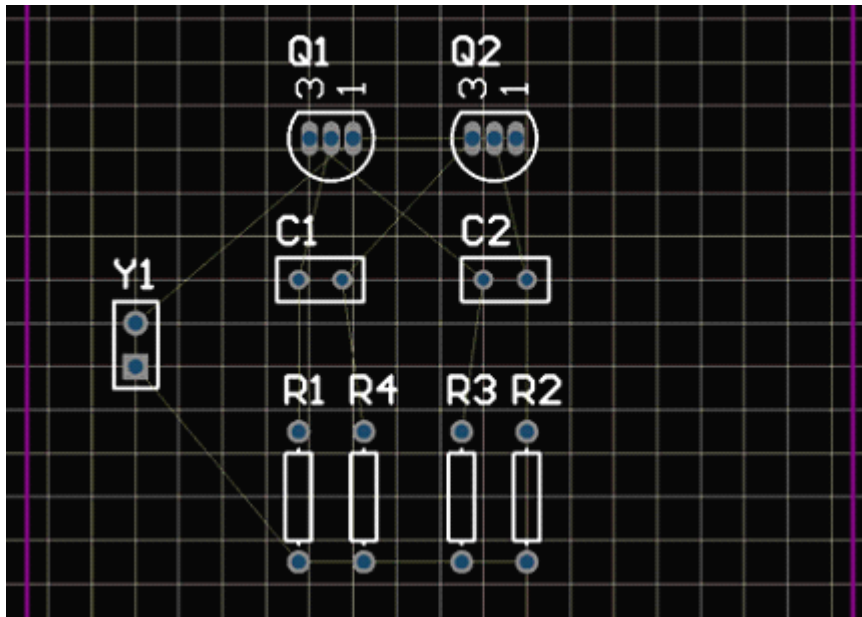

图6-23 元器件放置在板上
- 4 向着板的左手边放置封装（确保整个元器件保持在板的边界内），如图6-23。
- 6 以图6-23为范例，重新摆放其余元器件。当用户拖动元器件的时候可用空格键进行必要的旋转（每次向逆时针方向转90°），使连接线如图6-5所示。不要忘记，当用户在摆放每一个元器件的时候要重新优化飞线。